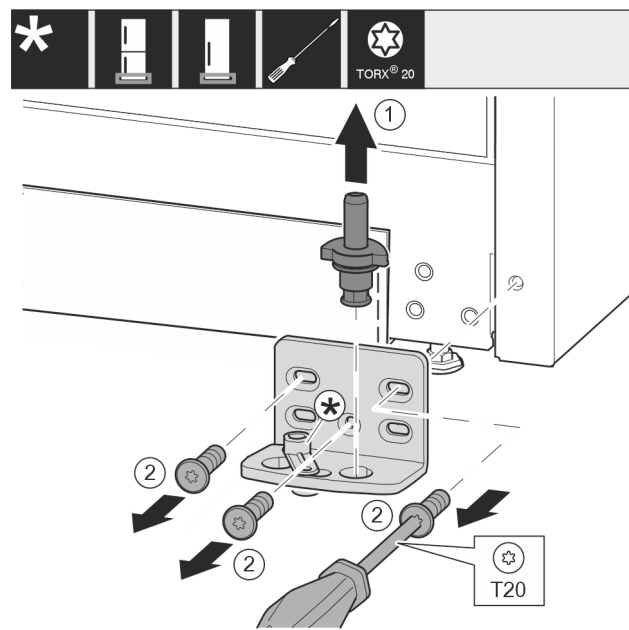

Fig. 12
- ▶ Extraer por completo el perno de apoyo hacia arriba. Fig. 12 (1)
- ▶ Desenroscar los tornillos con el destornillador T20 y retirar el soporte de apoyo. *Fig. 12 (2)*